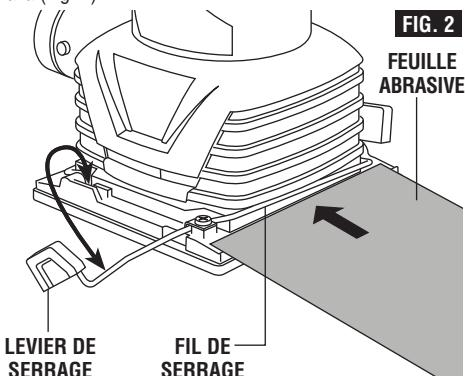

FIG. 2
1. Pour ouvrir le fil de serrage, soulevez le levier de serrage pour le faire sortir de son logement, puis abaissez le levier pour qu'il soit positionné tel qu'ilustré à la (Fig. 2).